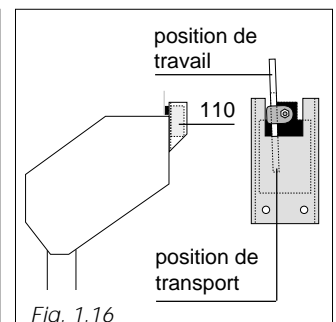

Fig. 1.16
- Monter les détecteurs (110) et leurs supports comme représenté (Fig. 1.16). Souvent, en position de transport, le support est fourni monté à l'envers. Raccorder les détecteurs aux treuils TIRAK.